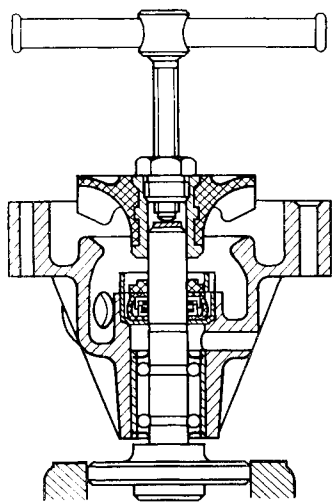

Рис. 69. Снятие крыльчатки водяного насоса
- съемником снять крыльчатку (рис. 69);